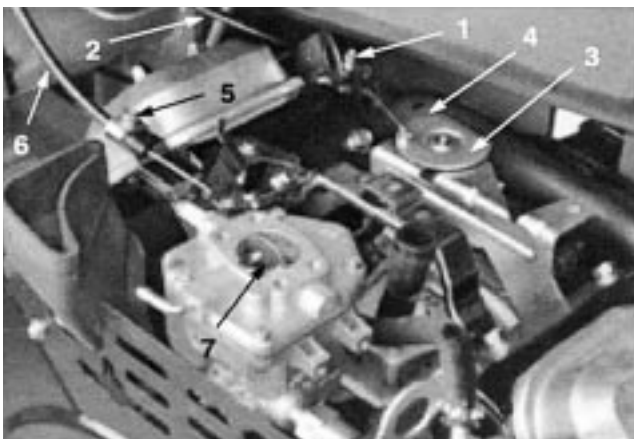

図 36
2. オイルフィルタ (図 36) を外し、新しいフィルタのガスケットに薄くエンジンオイルを塗る。
1. スロットルケーブルをエンジンに止めているクランプをゆるめる (図36)。
3. ケーブルをしっかりと引いて、スイベルの後部をストップに当てる (図36)。
1. チョークケーブルをエンジンに止めているクランプをゆるめる (図36)。
3. ケーブルをしっかりと引いて、チョーク・バタフライを完全に閉じ、クランプを締める (図36)。